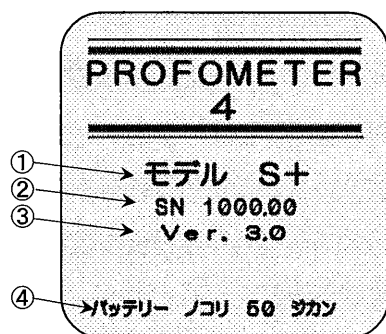

図1
- 図1が表示されます。
- ① 型式
- ② 機番
- ③ バージョン
- ④ バッテリー残量時間